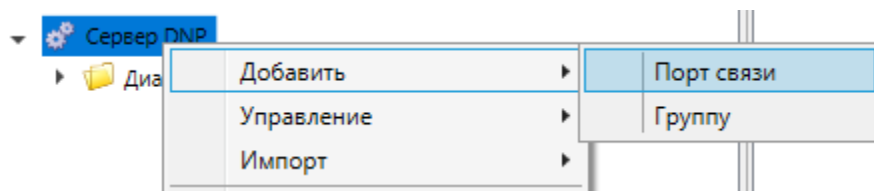

Рисунок 210 – Добавление порта связи клиента DNP
**Порт связи** добавляется командой **Добавить** → **Порт связи** контекстного меню узла **Клиент DNP** (рисунок 210).